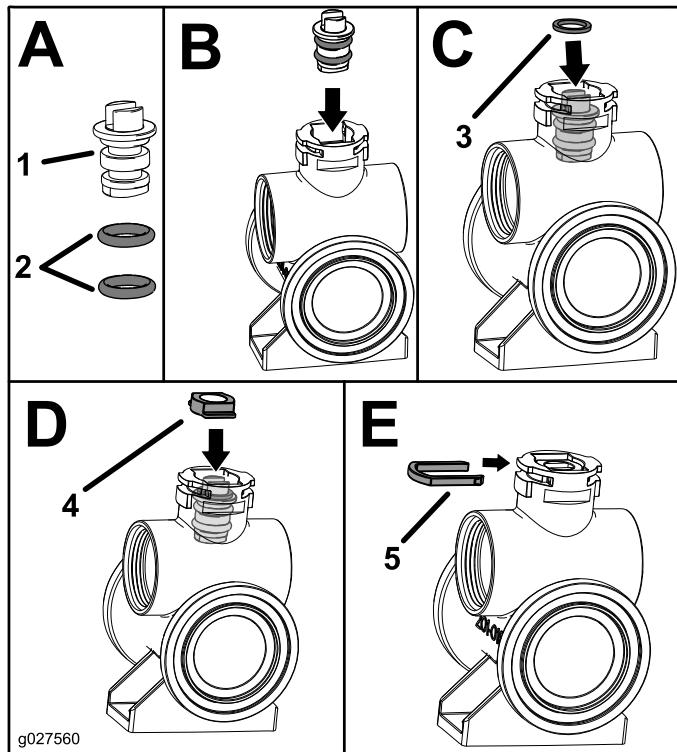

Figura 4
2. Instale el conjunto del vástago en el cuerpo de la válvula (Figura 4, B).
3. Instale la arandela de empuje en el conjunto del vástago de la válvula (Figura 4, C).
4. Instale el retenedor en el vástago (Figura 4, D).
5. Instale el clip de retención del vástago (Figura 4, E).
1. Aplique grasa al vástago de la válvula e instale las juntas tóricas nuevas en el vástago de la válvula (Figura 4, A).